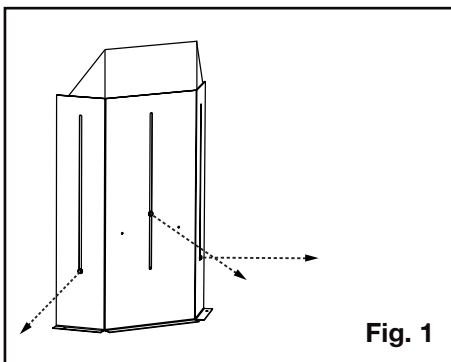

Fig. 1
1. Dévissez les attaches sur l'ensemble de protection de ventilation. **NE PAS DISCARDER LES FIXATEURS (Figure 1).**